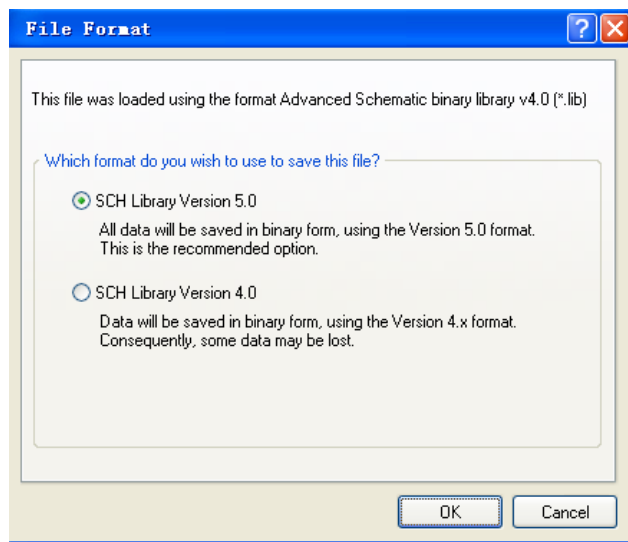

图14-16 Altium Designer认识的原理图格式
(11) 保存这4个原理图库文件。在Projects面板上选择一个原理图库文件.SCHLIB，按保存按钮，弹出“File Format”对话框，如图14-16所示，选择SCH Library Version 5.0单选按钮，按OK按钮。